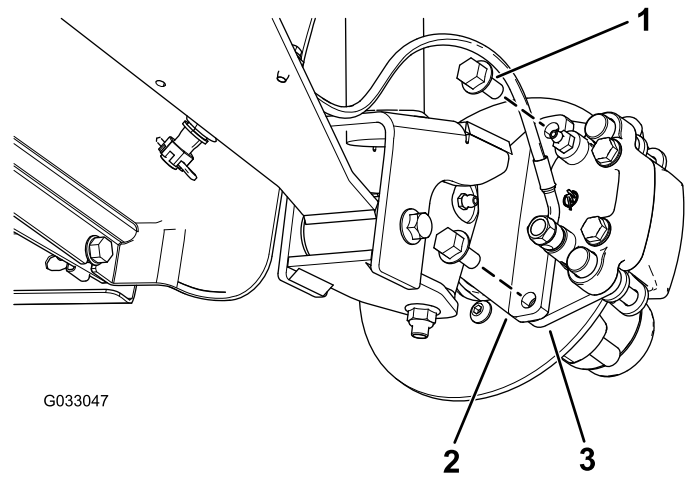
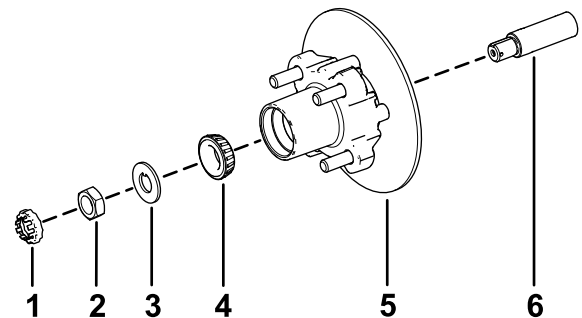

Figure 31
Figure 35
3. Retirez les boulons à embase ($\frac{3}{8} \times \frac{3}{4}$ po) qui fixent le support du frein à la fusée et séparez le frein de la fusée (Figure 31).
1. Appliquez une fine couche de la graisse spécifiée sur la fusée (Figure 35).
2. Montez le moyeu et le disque sur la fusée, en plaçant le disque à l'intérieur (Figure 35).
3. Montez le roulement extérieur sur la fusée et poussez-le contre la bague extérieure (Figure 35).
4. Placez la rondelle à languette sur la fusée (Figure 35).
5. Vissez l'écrou de fusée sur la fusée et serrez-le à 15 N·m (11 pi-lb) tout en tournant le moyeu pour asseoir le roulement (Figure 35).
2. Placez les plaquettes de frein de chaque côté du disque (Figure 31), puis alignez les trous du support d'étrier et les trous du support de frein sur le porte-fusée (Figure 35).
3. Fixez le support d'étrier au porte-fusée (Figure 31) à l'aide des 2 boulons à embase ($\frac{3}{8} \times \frac{3}{4}$ po).